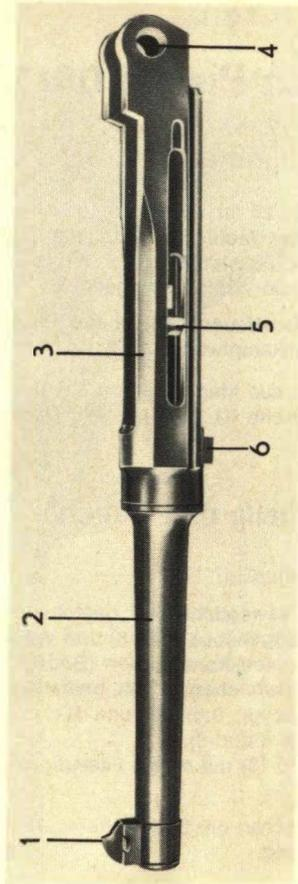
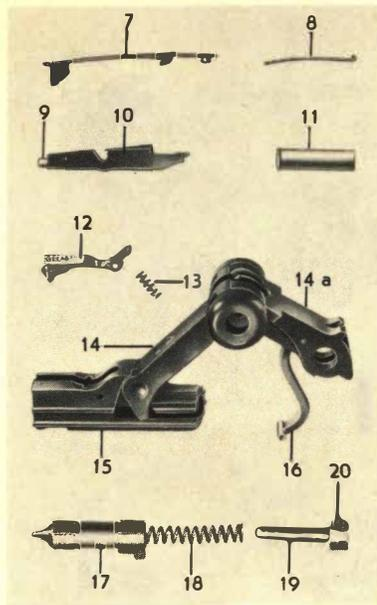

Bild 6
Bild 7
- **der beim Schuß bewegliche Teil**, bestehend aus: Lauf mit Verschlußgehäuse (Bild 6) und Verschluß in Form einer Kniegelenkkonstruktion (Bild 7).